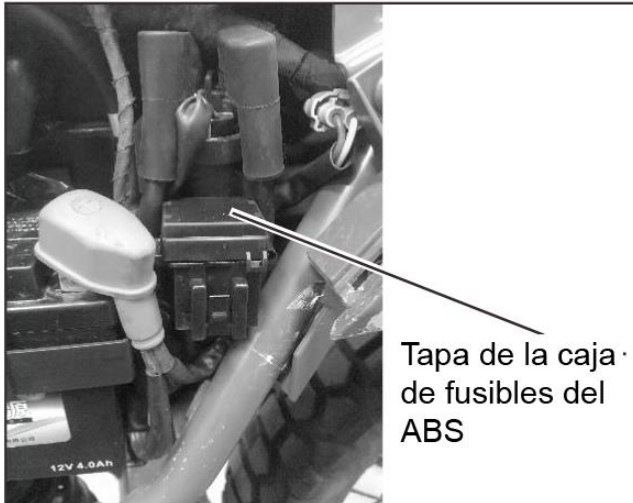

Figura 4
2. Para cambiar un fusible del ABS: Abra el asiento, retire la tapa lateral izquierda y luego abra la tapa de la caja de fusibles del ABS (Figura 4).